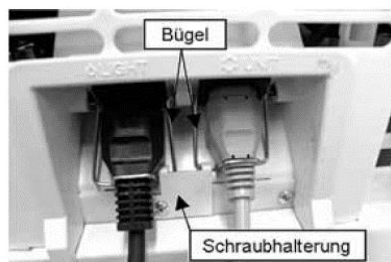

Fig.11: ligação com caixa IEC
Os aparelhos podem estar equipados com uma caixa IEC em combinação com cabos de ligação introduzidos (consultar Fig. 11).
► Os estribos da caixa IEC devem estar fixados adequadamente e presos através do suporte de aparafusar (consultar Fig.11).